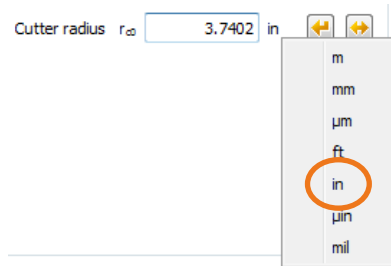

图 15. 单位转换到"inch"
8. 在"Manufacturing"标签中选择"Face milling"作为加工程序，然后输入刀盘半径"Cutter radius"。建议使用刀盘半径输入框右侧的推荐功能，来得到一个最小刀盘半径的推荐值（根据克林贝格锥齿轮，第 70 页），然后输入生产时实际使用的刀盘半径。点击鼠标右键选择单位"inch"：格里森刀具通常用这个单位（看图 15）。